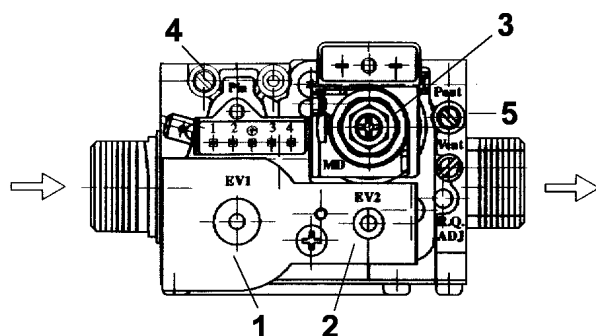

Figura 2-49
- ricollegare il faston sulla valvola gas (pos. 3 Figura 2-49);